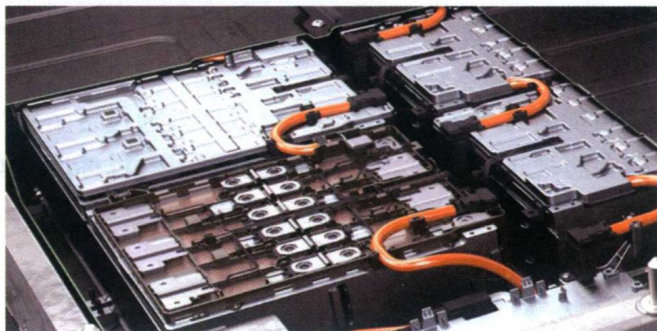

图 1-2-1 特斯拉 MODULE S 动力电池 (总电压 400V)
① 高压系统的电压一般设计都在 200V 以上。例如大多数的纯电动汽车或混合动力汽车的动力电池电压都在 280V 左右，如图 1-2-1 所示。